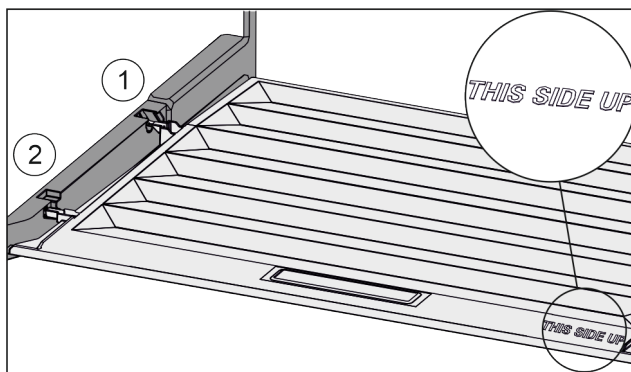

Fig. 129
- ▶ Introduceți nervura capacului prin orificiul suportului posterior Fig. 129 (1) și înclinați-l în față în suport Fig. 129 (2).